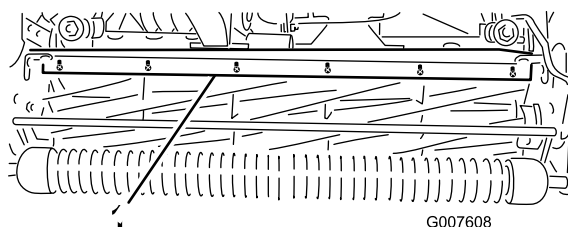

Figura 56
- Allentate le viti che fissano la barra superiore (Figura 56) all'apparato di taglio.